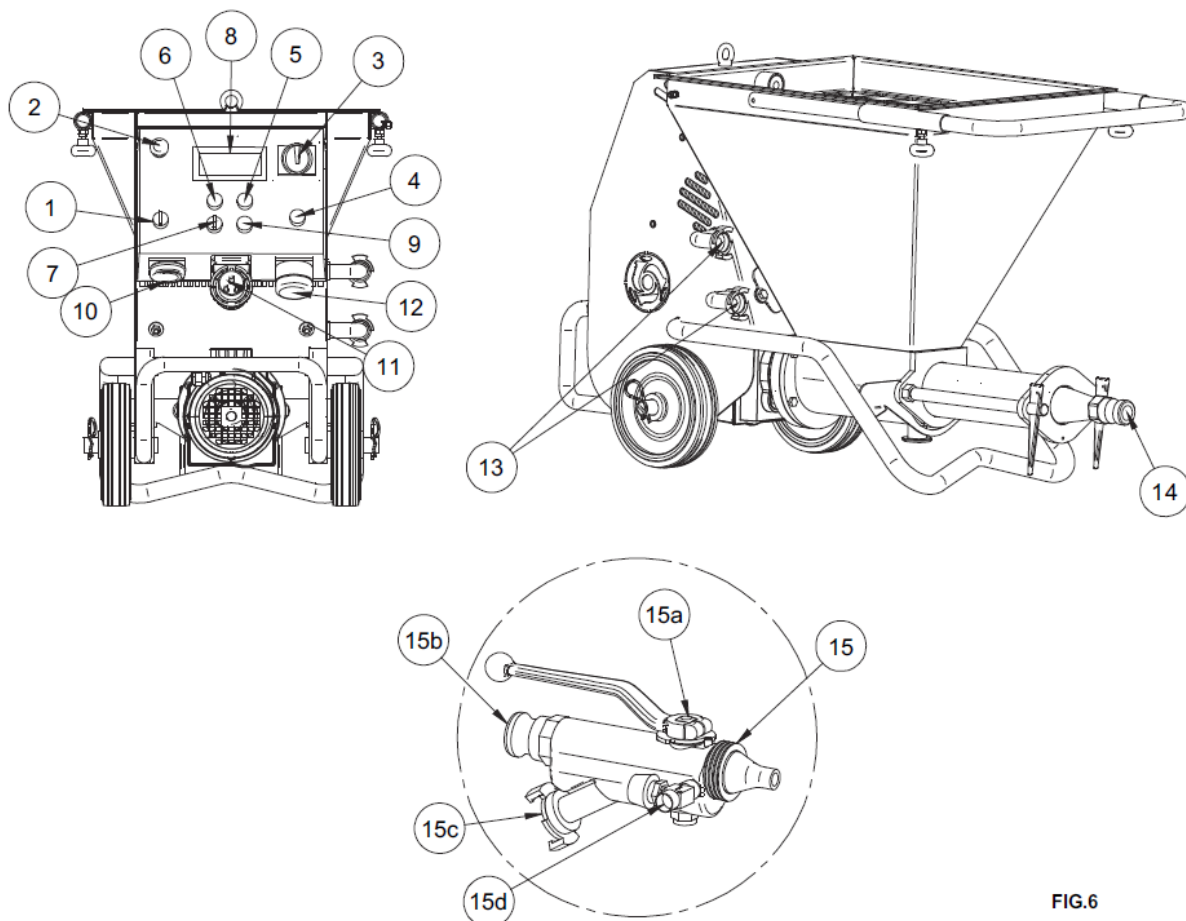

FIG.6
11. INBETRIEBNAHME (siehe Abb. 6)